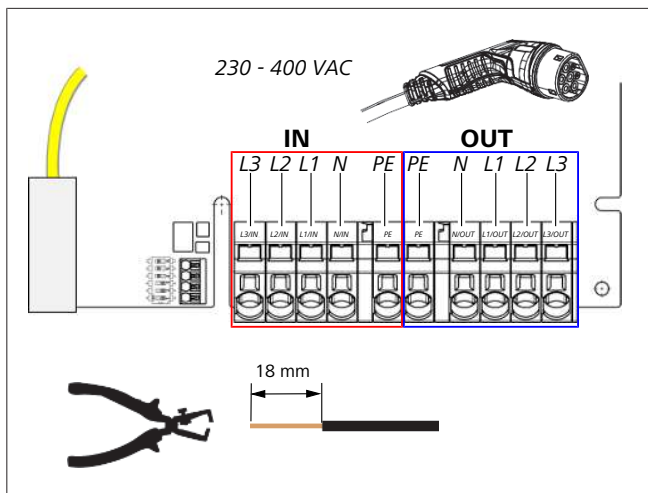

Abb. 8
- ▶ Schließen Sie unter Zuhilfenahme des Schlitzschraubendrehers (3,5 mm) die einzelnen Leitungsenden entsprechend der Vorgabe im Bild (Abb. 8) auf dem rechten Klemmblock mit der Beschriftung „OUT“ an.
- ▶ Schließen Sie unter Zuhilfenahme des Schlitzschraubendrehers (3,5 mm) die einzelnen Leitungsenden entsprechend der Vorgabe im Bild (Abb. 8) auf dem linken Klemmblock mit der Beschriftung „IN“ an.